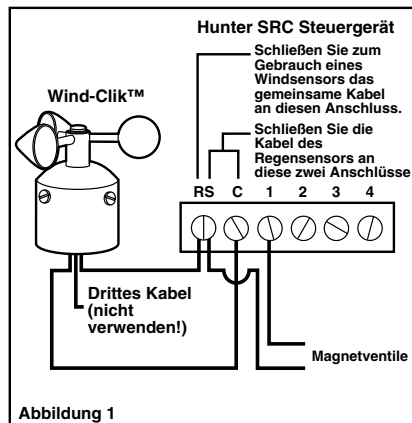

Abbildung 1
2. Schließen Sie ein Kabel an den Anschluss RS und das andere an den Anschluss C an (s. Abb. 1).